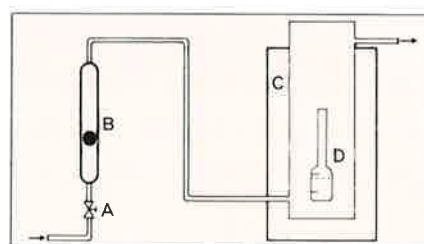

図2 校正用ガス調製装置の一例
- 2) 一定流量のキャリアガスを流すことのできる恒温槽(校正用ガス調製装置《パーミエータPD-1B》など：図2)に投入。1時間以上経過したら使用可能です。